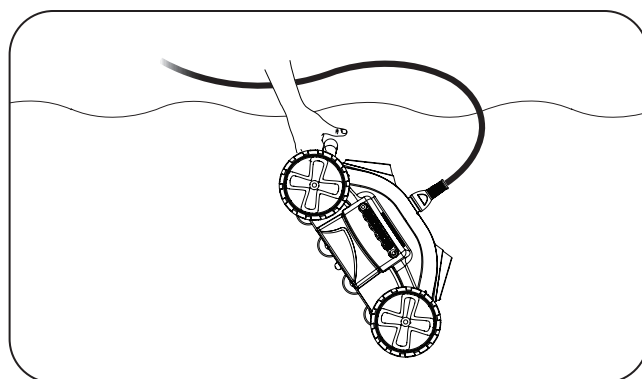

Figure 12. Soulever le robot nettoyeur par la poignée
3. Utiliser la poignée pour soulever le robot nettoyeur hors de l'eau (Figure 12). Ne soulevez jamais le robot hors de la piscine par le câble flottant.